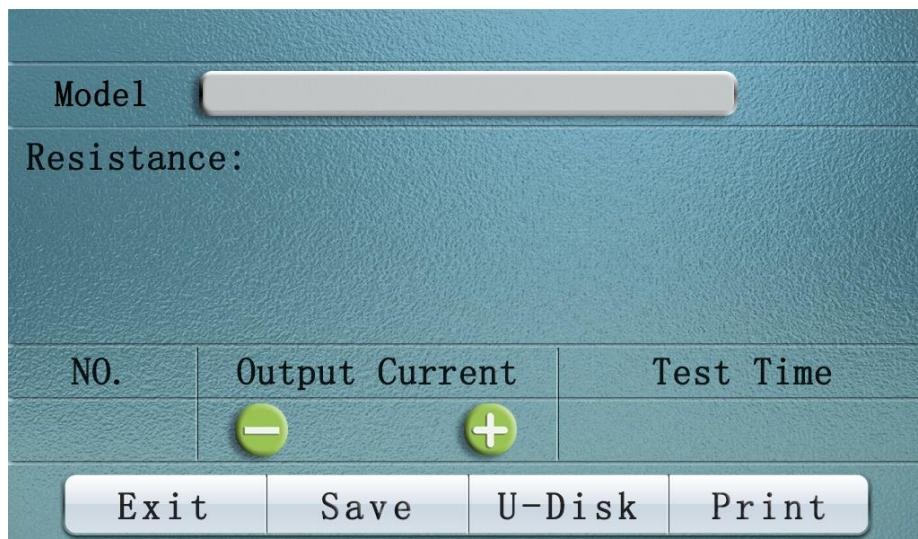

Figura 3
3. Depois que a corrente for selecionada, clique em "**Start test**", que significa "Aguarde carregamento" para entrar no estado de teste. Os resultados do teste serão exibidos spós alguns segundos, como mostra na Figura 3.